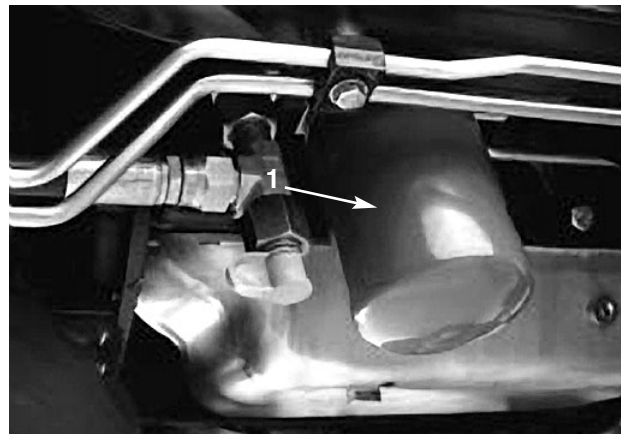

Bild 38
2. Reinigen Sie den Anbaubereich des Filters (Bild 38). Stellen Sie ein Auffanggefäß unter den Filter und entfernen diesen.